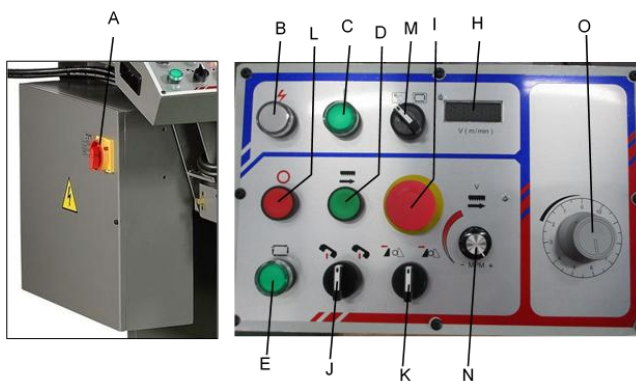

Figure 7-1 : Commandes de la machine
- Si la lame est bloquée lors de la coupe, appuyez immédiatement sur le bouton d'arrêt d'urgence (I, Fig 7-1) pour désactiver la machine.
Tournez le bouton (N, Fig 7-1) pour régler la vitesse de la lame.
Branchez la machine à la source d'alimentation. Activez le commutateur principal (A, Fig 7-1). Le témoin d'alimentation (B) s'allume.
1. Appuyez sur le bouton (C) pour démarrer la pompe hydraulique.